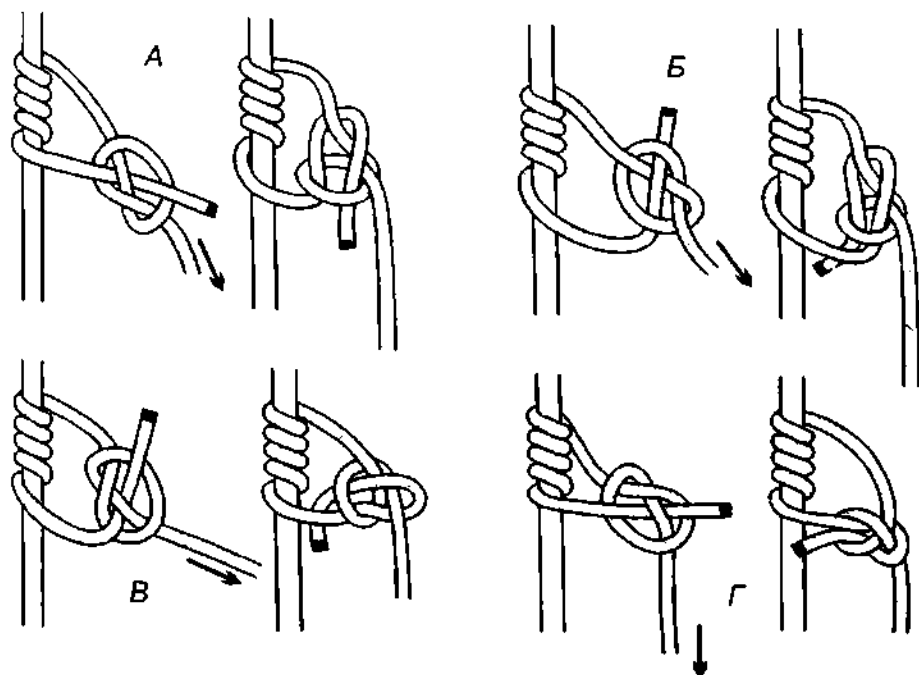

Рис. 668. Узел *Пенберти*. А, Б – связывание концов *казачьим узлом*; В, Г – связывание концов *шкотовым узлом*.
*Пенберти* не очень крепкий схватывающий узел среди узлов этого типа (рис. 668). Вокруг основной верёвки кладутся шлагы и концы связываются *встречным, двойным рыбацким (грейваном), казачьим* или *шкотовым узлом*, образуя закрытую петлю. На рисунке 668 узел *Пенберти* изображён с вариантами связывания концов *казачьим* и *шкотовым узлами*. Перед началом работы необходимо подобрать нужное количество шлагов, чтобы узел хорошо схватывал, удерживая вес альпиниста, однако если шлагов будет много, то узел будет плохо расслабляться и с трудом перемещаться.